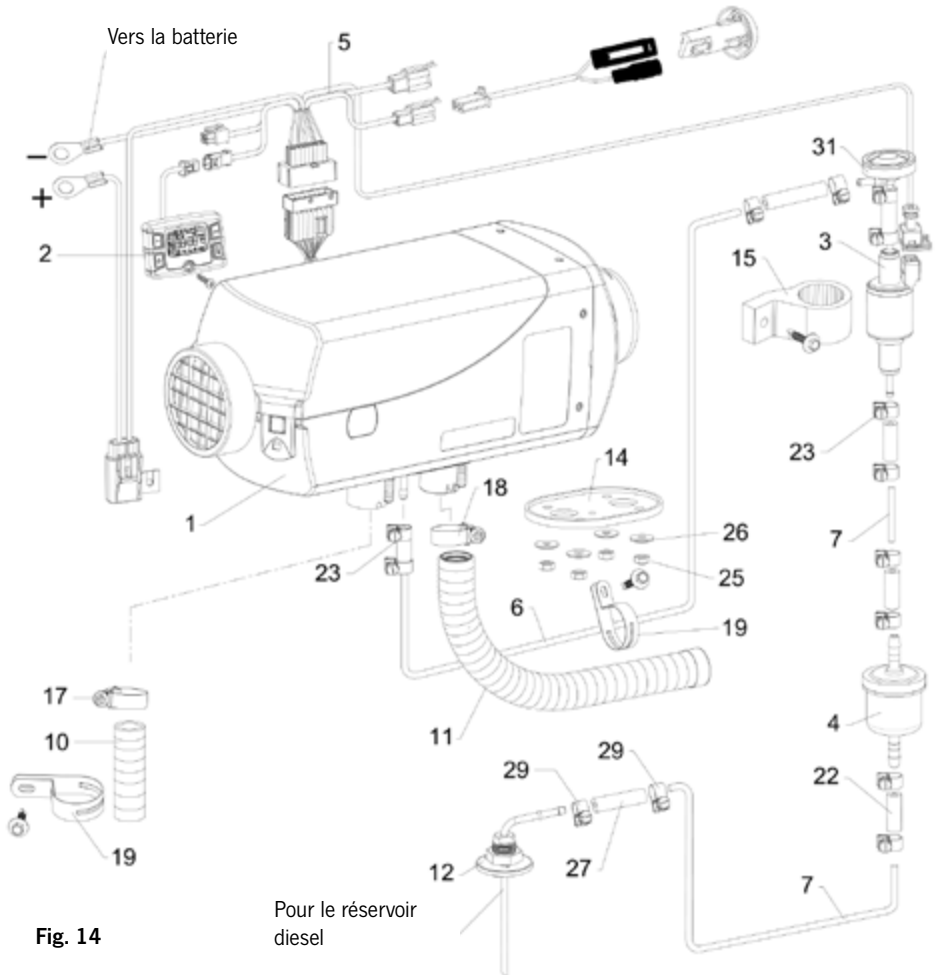

Fig. 14
32. VanHeat 4.0-DH | Informations sur le produit | Liste des pièces de rechange (voir Fig. 14)